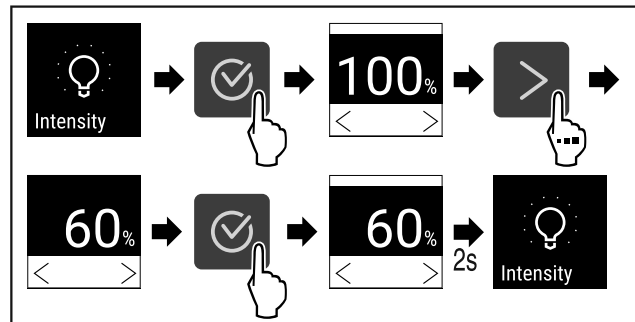

Fig. 69
- ▶ Handlungsschritte (siehe Fig. 69) durchführen.